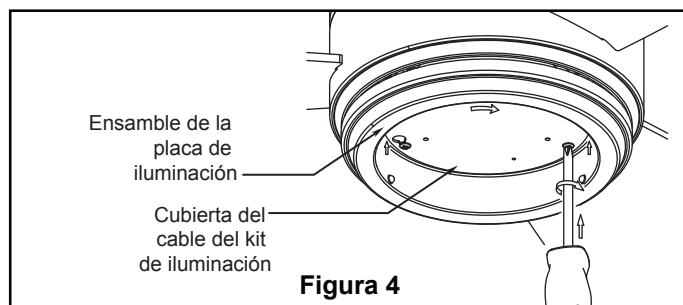

Figura 4
- ☐ 4. Si desea instalar el kit de iluminación, sátese este paso. Instale la cubierta del cable del kit de iluminación en la ensamble de la placa de iluminación usando las dos ranuras con clave. Sustituya el tornillo extraído y fije bien los tres tornillos. (Figura 4)